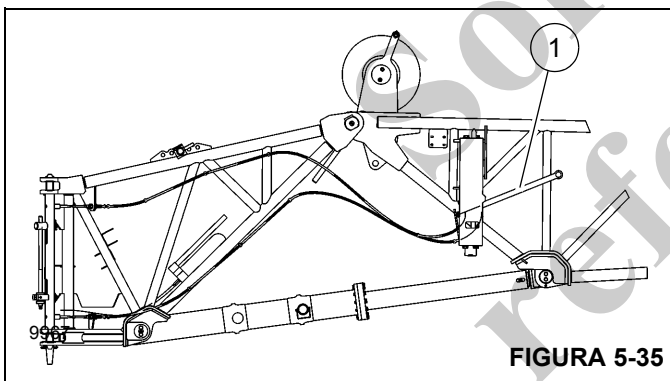

FIGURA 5-35
7. Si es necesario, levante el mango del pasador de montaje delantero (1, Figura 5-35) para desbloquear los pasadores de instalación de la extensión de la pluma.